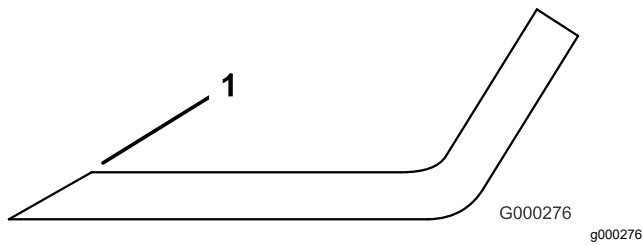

Figura 27
4. Esaminate l'affilatura di tutte le lame e affilate se risultano smussate o scheggiate (Figura 27).
Nota: Affilate soltanto la parte superiore del tagliente e mantenete l'angolo di taglio originale per garantire l'affilatura (Figura 27). La lama